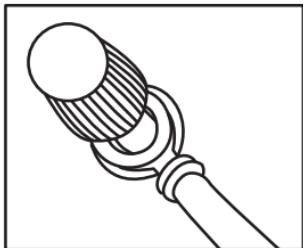

Fig. 1
- Desserrez l'écrou rouge **16** du convertisseur de tension **1**. Faites passer l'anneau à fourche rouge du câble avec prise pour allume-cigare de voiture 12 V **12** avec l'ouverture sur le raccord vissé **7** (cf. fig. 1). Veillez à ce que la rondelle se trouve entre l'anneau à fourche et l'écrou **16**.
- Desserrez l'écrou noir **17** du convertisseur de tension **1**. Faites passer l'anneau à fourche noir du câble avec prise pour allume-cigare de voiture 12 V **12** avec l'ouverture sur le raccord vissé 12 V **8** (cf. fig. 1). Veillez à ce que la rondelle se trouve entre l'anneau à fourche et l'écrou **17**.
- Desserrez l'écrou rouge **16** du convertisseur de tension **1**. Faites passer l'anneau à fourche rouge du câble avec la pince rouge **10** sur le raccord vissé 12 V **7** (cf. fig. 1). Veillez à ce que la rondelle se trouve entre l'anneau à fourche et l'écrou **16**.
- Desserrez l'écrou noir **17** du convertisseur de tension **1**. Faites passer l'anneau à fourche noir du câble avec la pince noire **11** sur le raccord vissé **8** (cf. fig. 1). Veillez à ce que la rondelle se trouve entre l'anneau à fourche et l'écrou **17**.